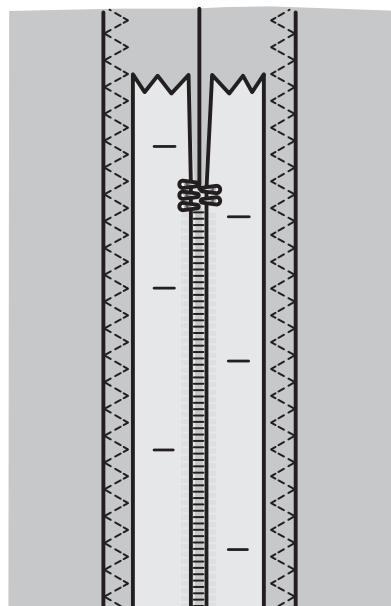

Fig. 1
2. Imbastire il bordo su cui si posizionerà la cerniera. Aprire la cerniera e collocarne il lato destro lungo il margine aperto, con il fermo della cerniera vicino al dentello. Appuntare la cerniera sul lato destro (v. fig. 1).